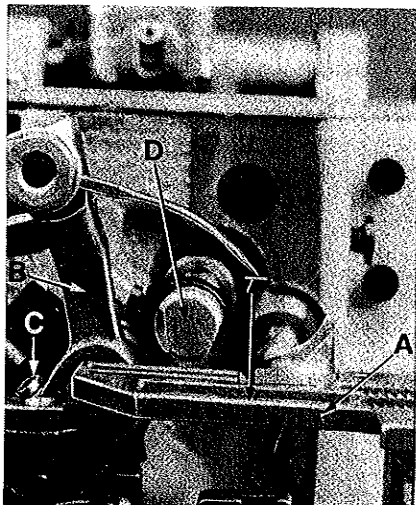

Fig. 3
With throat plate assembled in position, needle should center in the front-end of needle slot. When needle is at its highest position, needle point should be set between $17/34 - 35/64$ inch (13,5 - 14 mm) above the throat plate (A, Fig.3). For this adjustment gauge G 21227 F can be advantageously used. To align the needle or to set the height above the throat plate, move needle driving arm (B, Fig.3) by loosening clamp screw (C). Remove throat plate.
Bei eingebauter Stichplatte soll die Nadel mittig im vorderen Teil des Stichloches einstecken. Wenn die Nadel in ihrer Höchststellung ist, muß die Nadelspitze zwischen 13,5 bis 14 mm über der Stichplatte stehen (A, Fig.3). Zur Einstellung kann die Nadelhöhen-Einstellehre G 21227 F verwendet werden. Zum Ausrichten der Nadel oder zum Einstellen der Höhe über der Stichplatte, lösen Sie die Schraube (C, Fig.3) und verdrehen und/oder verschieben den Nadelhebel (B) entsprechend. Entfernen Sie die Stichplatte.
If resetting is necessary, do it by shifting the upper looper holder (D, Fig. 3) in its shaft to the right or to the left.
Ist ein Nachstellen notwendig, wird es durch Verstellen des Obergreiferhalters (D, Fig. 3) in der Obergreiferstange nach rechts oder links vorgenommen.